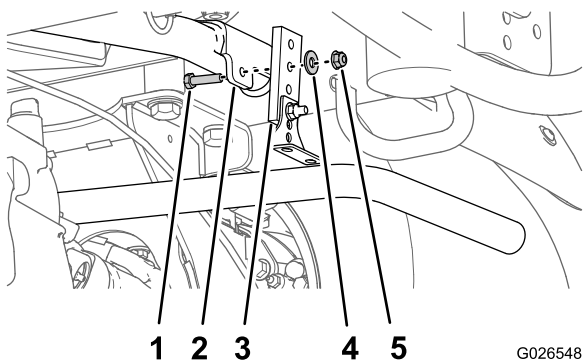

Figura 3
2. Nell'aletta per la piastra di montaggio, rimuovete il bullone, il dado e la rondella che fissano il supporto dello scarico all'aletta e rimuovete il supporto dello scarico (Figura 3).